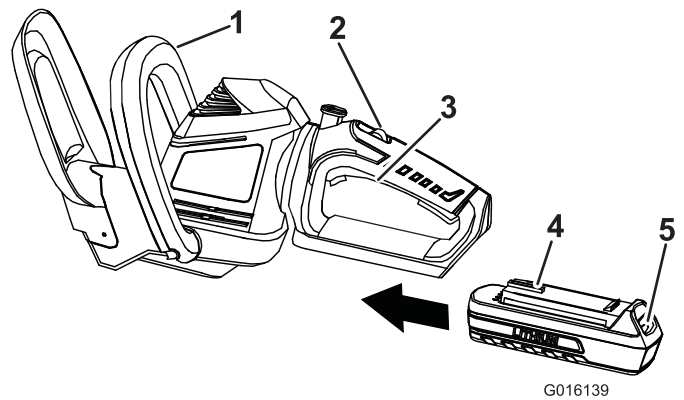

Figura 3
3. Sujete la empuñadura con gatillo (Figura 3).
5. Coloque una mano en la empuñadura con gatillo. Coloque la otra mano en la empuñadura auxiliar (Figura 3).
6. Deslice el interruptor de bloqueo hacia atrás, hacia usted, luego apriete el gatillo para encender el cortasetos (Figura 3). El cortasetos permanecerá encendido mientras se apriete el gatillo. Puede soltar el interruptor de bloqueo una vez que el cortasetos esté funcionando (Figura 3).
2. Alinee la lengüeta de la batería con el hueco correspondiente de la carcasa de la empuñadura (Figura 3).
1. Suelte el gatillo (Figura 3).